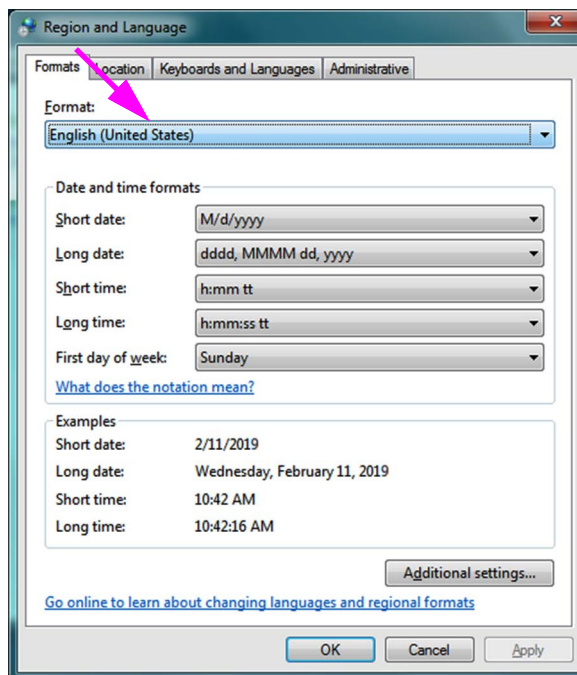
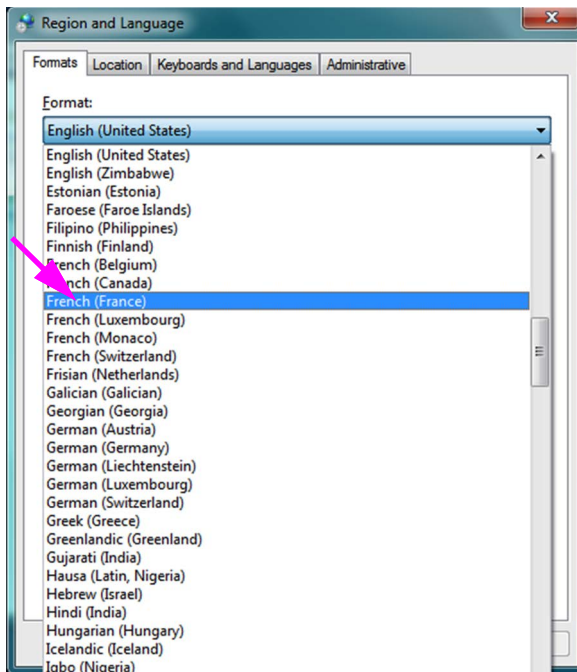

Abbildung C-3. Fenster „Region and Language“ (Region und Sprache) – Registerkarte „Formats“ (Formate)
Abbildung C-4. Bildschirm „Region und Sprache“ (Region and Language) – Dropdown-Menü
Vgl. Abbildung C-3.
6. Im Dropdown-Feld „Format“ (Format) ist „Englisch (USA)“ (English (United States)) ausgewählt. Klicken Sie auf die Dropdown-Liste (siehe Abbildung C-3 und Abbildung C-4) mit den verfügbaren Sprachoptionen. Scrollen Sie durch die Liste, um die gewünschte Sprache zu finden, und wählen Sie diesen Eintrag aus.